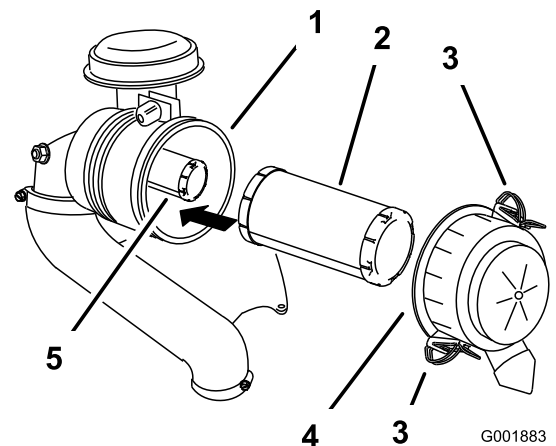

Figura 27
3. Rilasciate i dispositivi di fermo del filtro dell'aria e toglie il coperchio dal corpo del filtro (Figura 27).
5. Estraiete con cautela il filtro primario dal corpo del filtro dell'aria (Figura 27).
2. Se sostituite il filtro di sicurezza, fatelo scorrere delicatamente nel corpo del filtro (Figura 27).
3. Montate con cautela il filtro primario sul filtro di sicurezza (Figura 27).
4. Montate il coperchio del filtro dell'aria con il lato contrassegnato **up** (alto) rivolto in alto, quindi fissate i dispositivi di fermo (Figura 27).